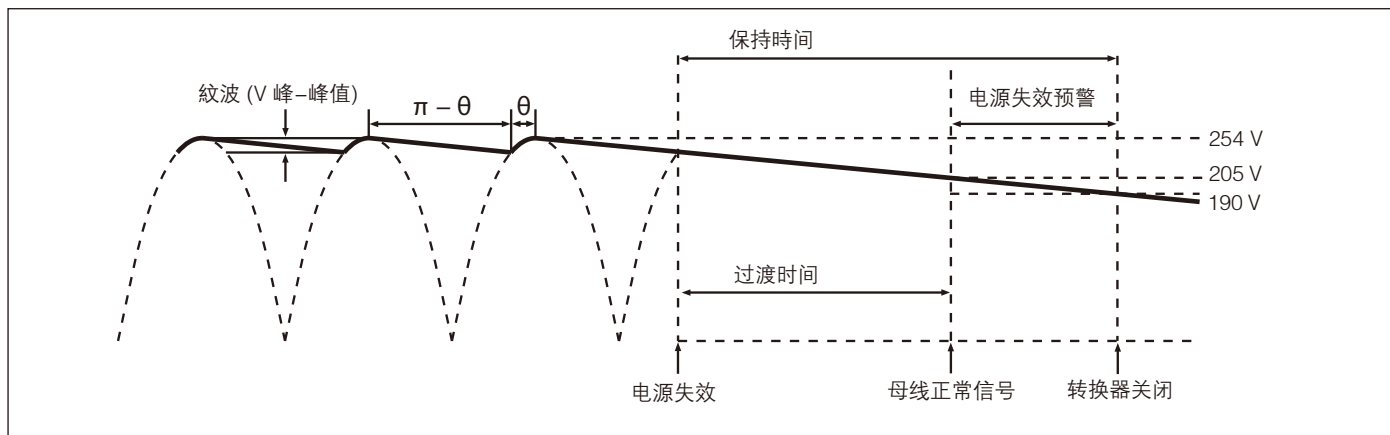
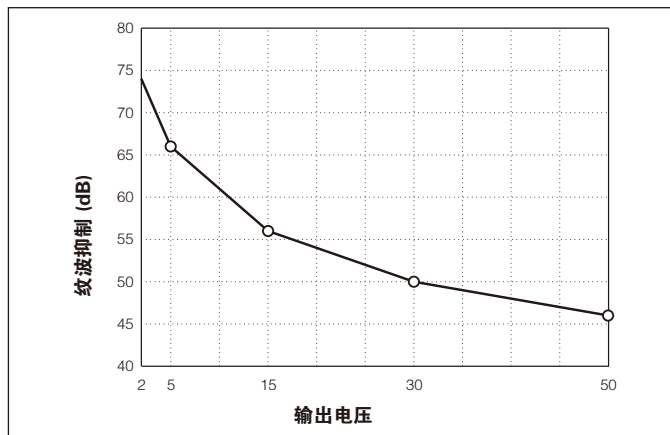

图 7-7 — 交流电源中断时的母线电压波形时序图
图 7-11 — 转换器模块纹波抑制比与输出电压的关系 (典型)
保持电容 保持电容的容量决定于输出母线电压的纹波、电源中断保持时间和过渡时间。(图 7-7) 在许多实际应用中，都要求输入电源出现规定时间内的瞬时中断时，电源设备必须维持输出电压，也就是说，转换器模块必须维持不间断输出电压。同样，在许多应用系统中，为
电源失效预警时间 (Δt) 是指电源中断告警 (BOK) 到转换器模块关断之间的时间, 如图 7-7 所示。BOK 和使能门限值分别为 205 V 和 190 V。将这些数值代入公式 (3) 中, 可简化电源失效预警时间、功率和母线电容之间的关系:
例如, 转换器输出电压为 15 V, 额定输入电压为 300 V 时, 纹波抑制比将为 56 dB, 即输入纹波电压 10 V 峰-峰值将产生输出纹波电压 15 mV 峰-峰值。(图 7-11) 公式 (3) 仍然适合于计算保持电容所需的容量, 在这种情况下, V1 和 V2 分别为纹波电压峰值和谷值处的母线电压瞬时值 (图 7-7)。在经整流的市电电压的两个峰值之间的时间间隔 Δt 内, 保持电容必须保持规定的母线电压, Δt 可由下式给出:
(图 7-7)
决定 DC-DC 转换器输出端的纹波电压 图 7-11 用于决定 DC-DC 转换器的纹波抑制比。可以看出, 输出电压为 12 V 时, 纹波抑制比约为 60 dB。如果母线电压上的纹波为 12 Vac 且转换器的纹波抑制比为 60 dB, 因此, 因输入电源 (初级 120 Hz) 纹波而产生的转换器输出纹波应为 12 mV 峰-峰值。